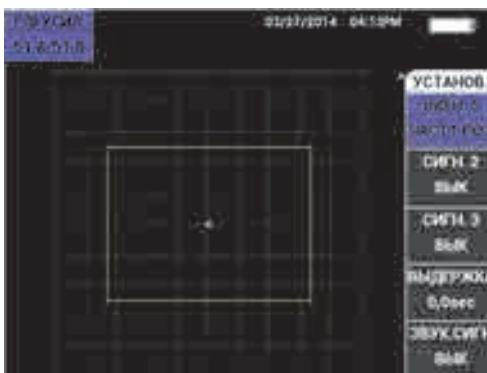

Рис. 5-154 Полярность сигнализации
1. Нажмите клавишу **A**, затем, с помощью ручки регулятора, выберите полярность сигнализации. После выбора полярности, на экране прибора отображается прямоугольник (см. Рис. 5-154 на стр. 243).